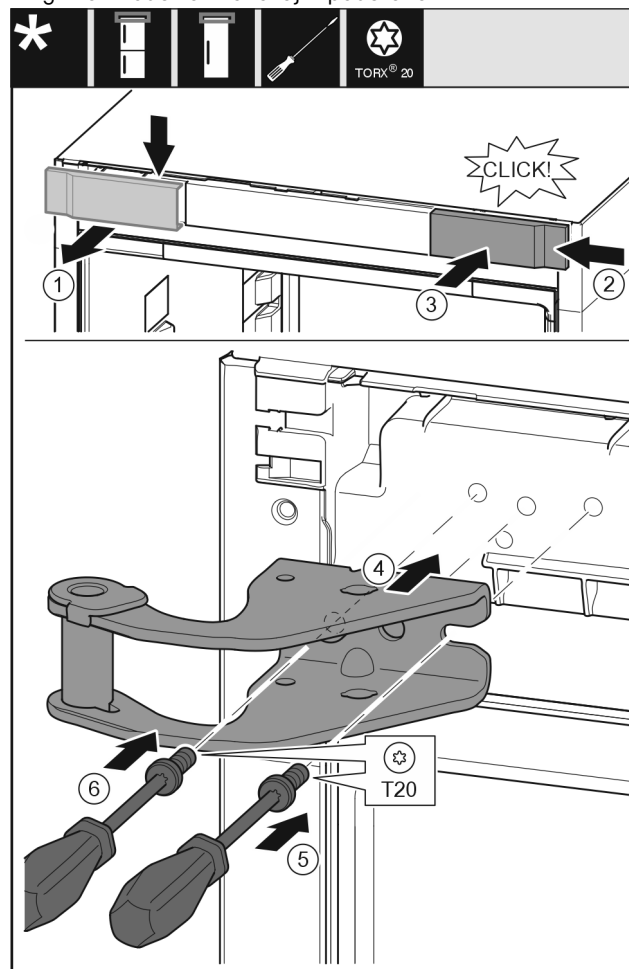

Fig. 9
► Pokrov snemite od zgoraj v smeri naprej. Fig. 9 (1)
► Pokrov, obrnjen za 180°, namestite na drugi strani z desne strani. Fig. 9 (2)
► Zatakните pokrov. Fig. 9 (3)
► Pristavite zgornji ležajni podstavek. Fig. 9 (4)
► Vijak vstavite z izvijačem T20 in ga zategnite. Fig. 9 (5)
► Vijak vstavite z izvijačem T20 in ga zategnite. Fig. 9 (6)